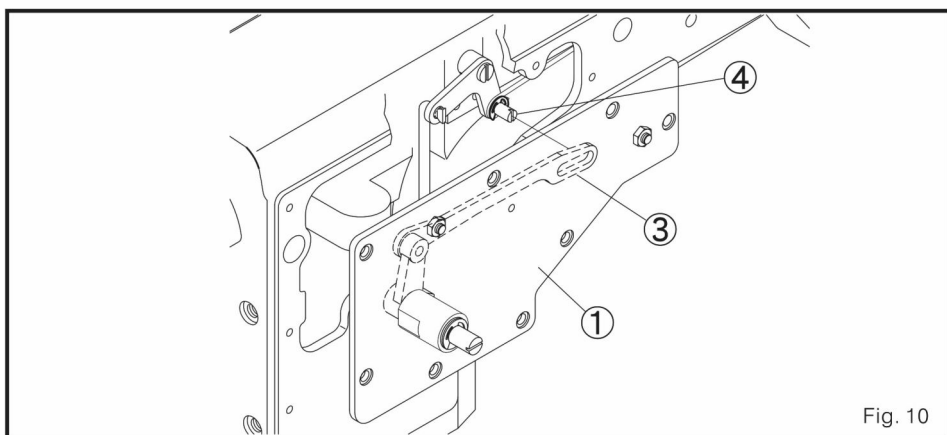

Fig. 10
- c. Ajunte a cobertura da lâmina nisto máquina. Neste momento, alimente o buraco longo com forma de oval com o conector de barra com o parafuso 4 ajuntar a lâmina. (Fig. 10)